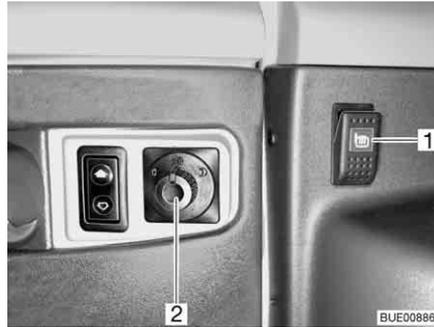
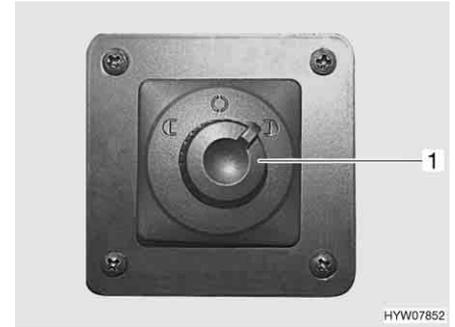

Fig. 25 Interruptor de ajuste de los retrovisores exteriores y de la calefacción de los retrovisores exteriores
Fig. 26 Interruptor de ajuste de los retrovisores exteriores
- Seleccionar el retrovisor exterior que se desea ajustar. Para esto, girar el interruptor giratorio (Fig. 25,2 ó Fig. 26,1) hacia la izquierda o hacia la derecha.
- Empujar el interruptor (Fig. 25,2 ó Fig. 26,1) hacia la dirección deseada.
- Pulsar el interruptor (Fig. 25,1) en el salpicadero. La luz de control en el interruptor indica el funcionamiento.